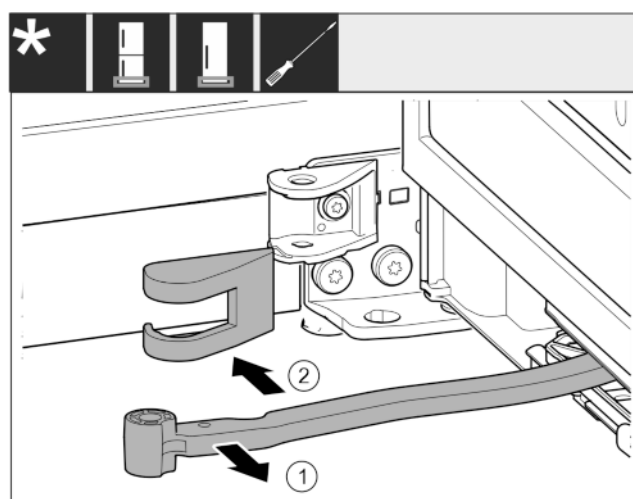

Fig. 13
- ▶ Gelenk in Richtung Tür drehen. Fig. 13 (1)
- ▶ Lagerbockabdeckung entfernen. Fig. 13 (2)